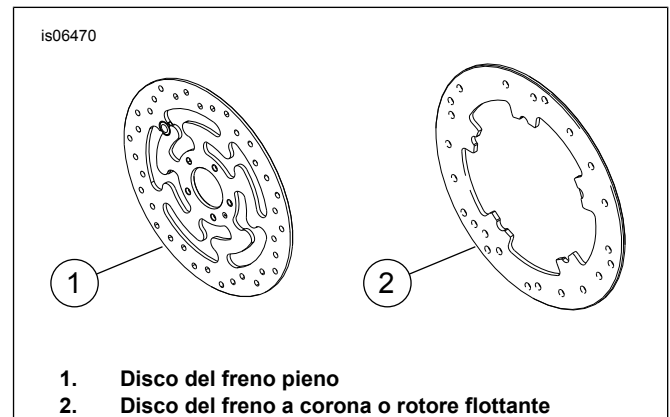

Figura 1. Tipi di dischi del freno anteriore
- Viti del disco del freno (Vedere Figura 1 e Tabella 1).